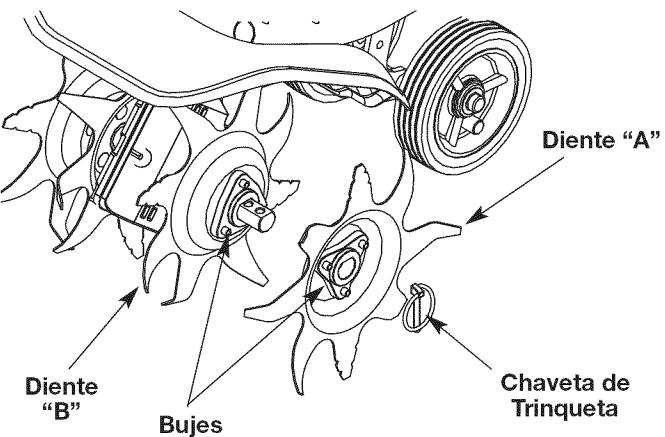

Fig. 14
2. Saque las presillas del pasador de la horquilla y los pasadores de la horquilla (Fig. 14).